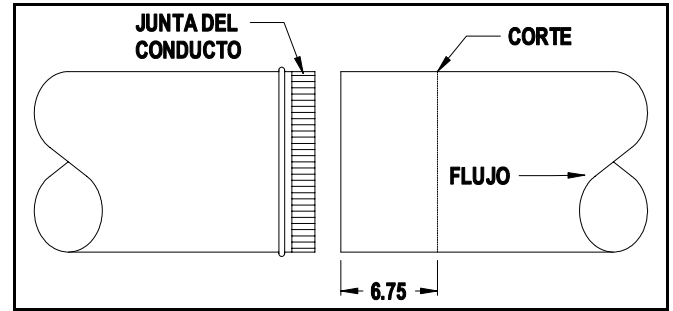

Figura 1
1. Separe el conducto en una junta cerca de la zona de problemas y corte 6-3/4" del extremo del tubo de conducto. (Ver Figura 1)